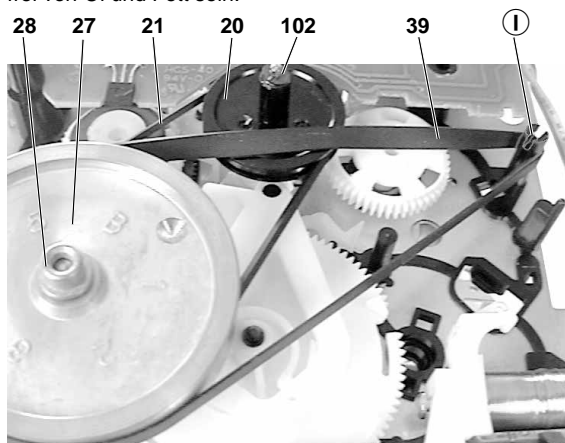
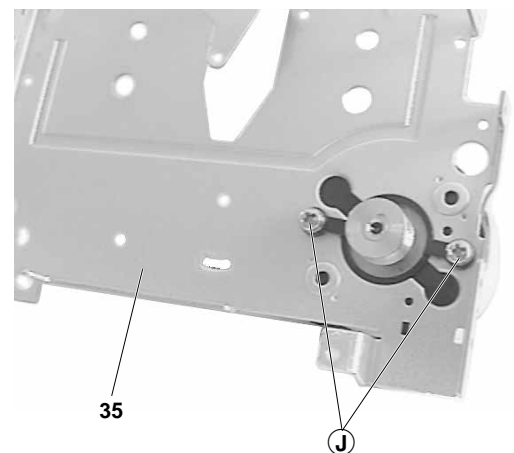

Fig. 7
Fig. 8
- Nehmen Sie den Antriebsriemen 39 von der Motorriemenscheibe und legen Sie ihn über den hochstehenden Bolzen (I) (Fig. 7).
- Laufwerkabdeckung 35 (Fig. 8) mit Motor abnehmen, achten Sie dabei auf die Scheibe 102 (Fig. 7).
- 2 Schrauben (J) herausdrehen (Fig. 8), Motor herausnehmen und ablöten.
- Take off the drive belt 39 from the motor pulley and put it around the upright bolt (I) (Fig. 7).
- Remove the cover 35 (Fig. 8) from the drive mechanism with the motor, take care of the washer 102 (Fig. 7).
- Undo 2 screws (J) (Fig. 8), take the motor out and unsolder it.
- Scheibe 102 und Riemenscheibe 20 abziehen (Fig. 7).
- Pull off the washer 102 and the pulley 20 (Fig. 7).